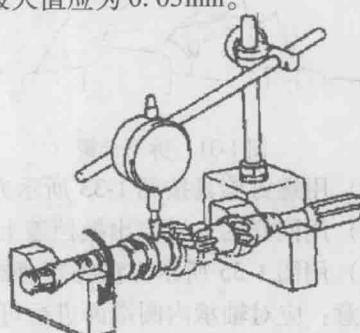

图 1-40 检测输入轴径向圆跳动
40) 用图 1-40 所示方法检测输入轴径向圆跳动, 最大值应为 0.03mm。